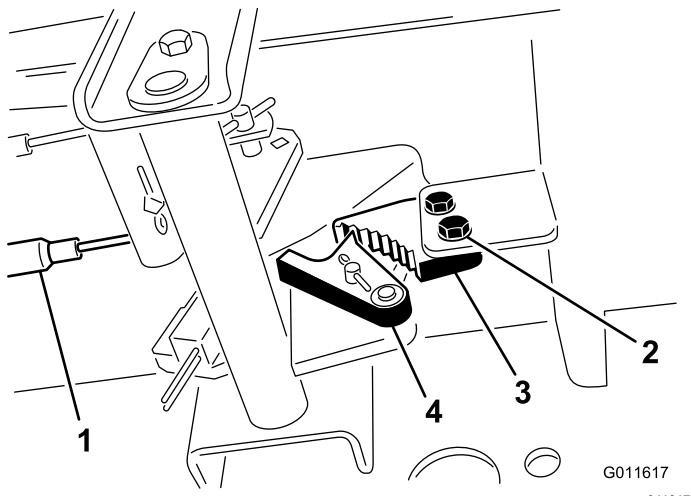

Figure 84
- Desserrez les 2 vis qui fixent le cliquet du frein de stationnement au cadre (Figure 84).
- Vis (2)
- Appuyez sur l'avant de la pédale du frein de stationnement jusqu'à ce que le verrou s'engage complètement sur le cliquet du frein (Figure 84).